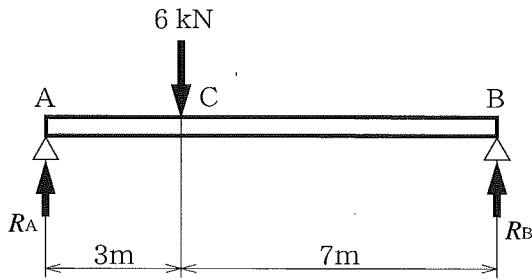
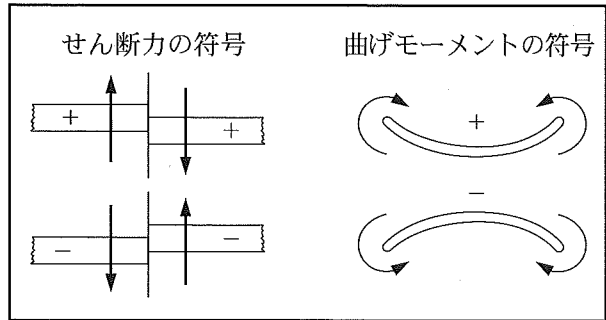

図6
図7
- (1) 断面積 A は何 mm^2 になるか。
- (2) 材料に生じる引張応力 σ は、何 MPa になるか。
- (3) 伸び Δl が 0.28mm のとき、縦ひずみ ε は何%になるか。ただし、答は小数第3位まで求めること。
- (4) 縦弾性係数 E は何 GPa になるか。
- 7 図6は集中荷重を受ける両端支持ばりである。次の各問に答えなさい。ただし、上向きの力を正、下向きの力を負とし、せん断力と曲げモーメントの符号は図7とする。